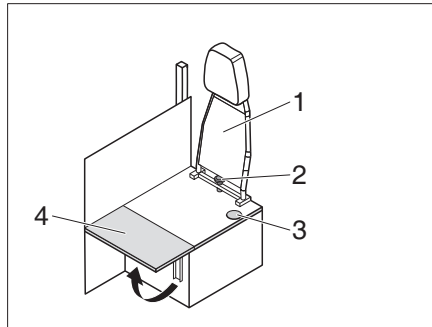

Fig. 203 Transformation conduite-habitation
- Dévisser la vis en étoile (Fig. 203,2) et retirer le dossier (Fig. 203,1) vers le haut.
- Rabattre la rallonge de la banquette (Fig. 203,4).
- ▷ Pour la transformation du mode habitation au mode conduite, répéter ces étapes dans l'ordre inverse. Veiller à ce que la ceinture de sécurité passe par l'ouverture (Fig. 203,3).